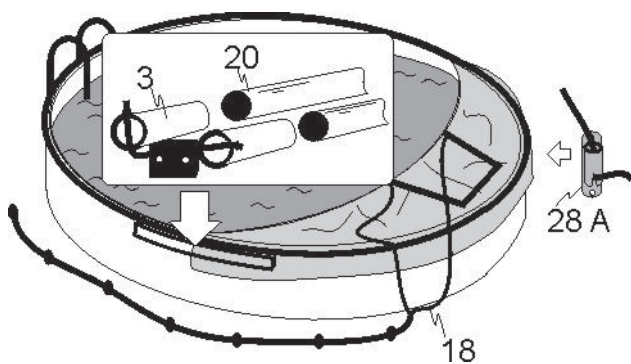

Abb. 7.1
### Aufziehen (Abb. 7.1 bis 7.4)
- Den Cabrio Dome an den Rand gegenüber der Einstiegsleiter legen und darauf achten, dass sich die Seite mit der Tür und dem Zugseil (18) oben befindet (Abb. 7.1).
- An beiden Seiten die Bögen (20) in die Einsteckhülsen (3) stecken. **Den untenliegenden Bogen in die rechte Einsteckhülse und den obenliegenden Bogen in die linke Einsteckhülse einstecken, sofern sich die Einstiegsleiter an der linken Seite befindet.** Sollte sich die Leiter auf der rechten Seite befinden, genau umgekehrt anwenden.